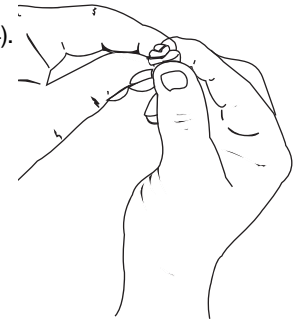

Fig. 34
5. Pressez le filtre pour répartir et drainer l'excédent d'huile (Fig. 34).
2. Relâchez la manette des gaz et laissez le moteur tourner au ralenti. Si le moteur s'arrête, insérez un tournevis cruciforme entre la couverture du filtre à air et celle du moteur (Fig. 34). Tournez la vis du ralenti dans le sens des aiguilles d'une montre, 1/8 de tour à la fois (selon le besoin) jusqu'à ce que le moteur tourne au ralenti sans à-coups.